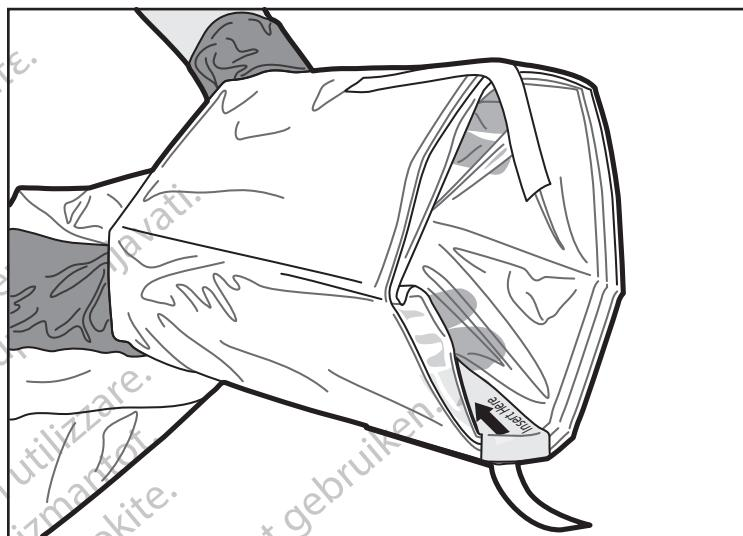

Figura 3. Apertura de la bolsa
4. El operador esteril introduce las manos en los pliegues internos de la bolsa, y la abre para la colocación de la unidad motora MDU5 PLUS por el operador no estéril. La etiqueta "Insert Here" (Introducir aquí) se puede utilizar para localizar fácilmente la abertura de la bolsa (figura 3).